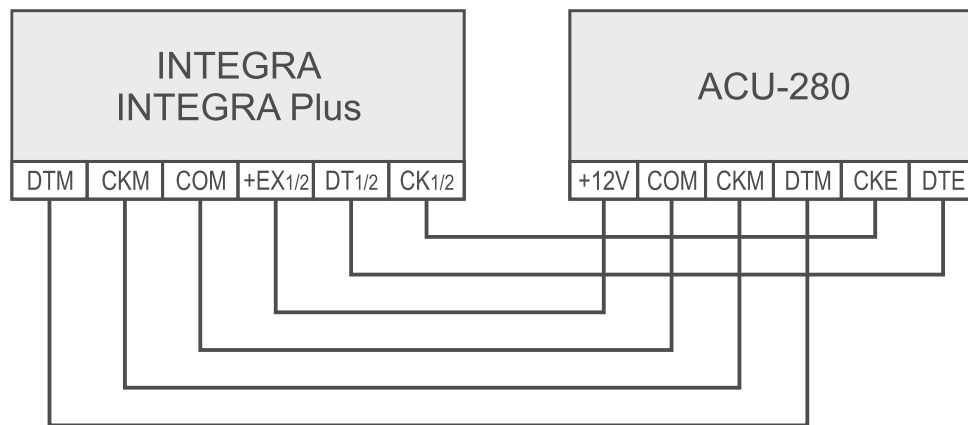

Abb. 7. Anschluss des Funkbasismoduls an die Zentrale der Serie INTEGRA.
**INTEGRA:** verbinden Sie die Klemmen CKM, DTM, CKE, DTE und COM mit entsprechenden Klemmen der Kommunikationsbusse der Alarmzentrale (Abb. 7).